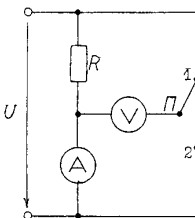

рис.11
14. В електричному колі (рис.11) в положенні перемикача П амперметр показує $I = 1,09$ А, вольтметр $V = 99$ В. В положенні 2 $I = 0,99$ А, $V = 9,91$ В. Визначити опори резистора R , амперметра A , вольтметра V .